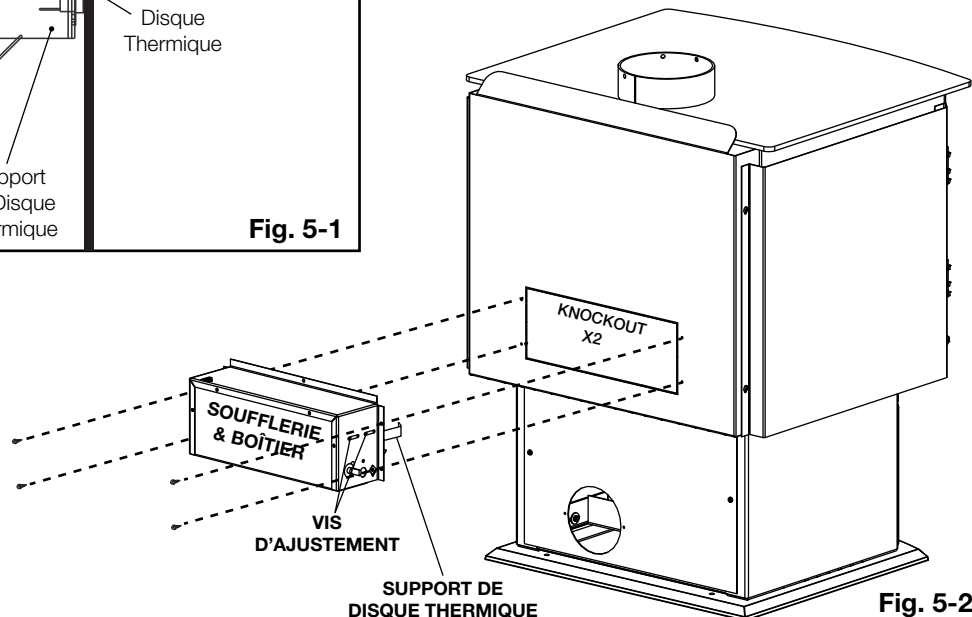

Fig. 5-2
3. Installez la soufflerie et le boîtier comme illustré (Fig. 5-2) à l'aide des 4 vis (fournies).